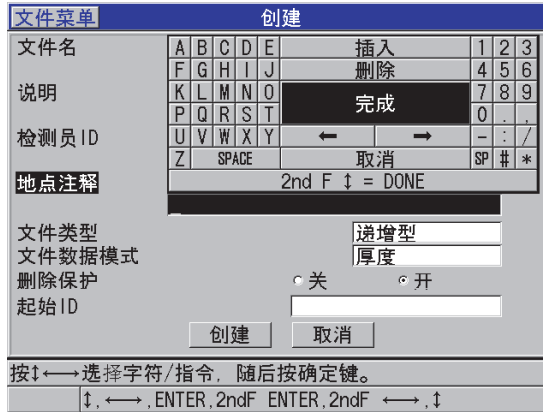

图 11-3 创建屏幕示例
3. 在**创建**屏幕中（参见第 171 页的图 11-3）：